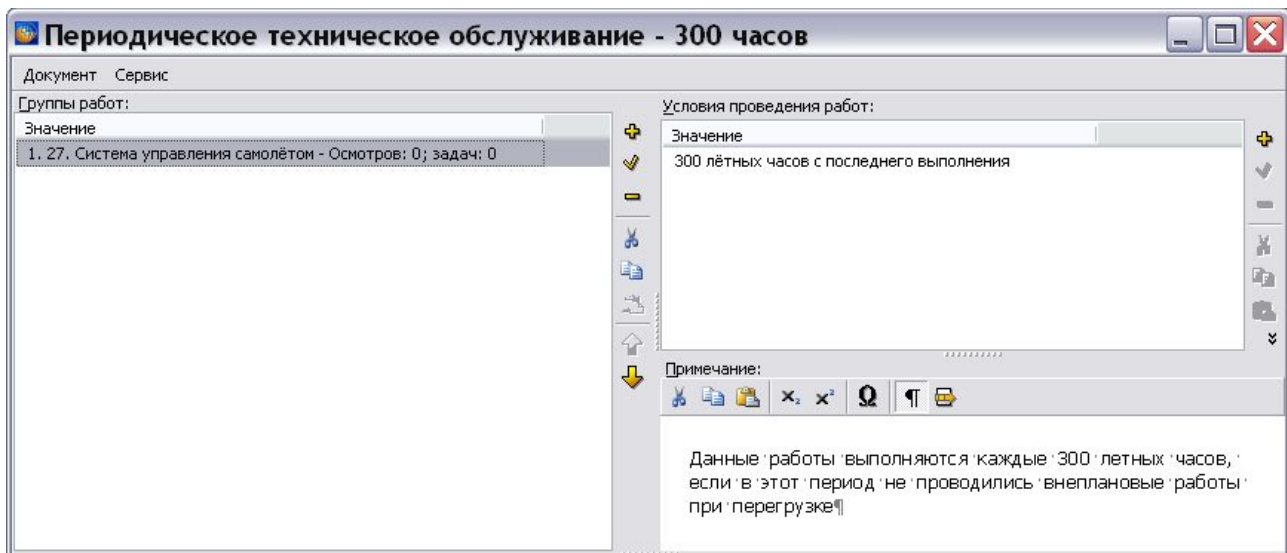

Рис. 7.90
2. В окне **Примечание** введите текст (Рис. 7.90).